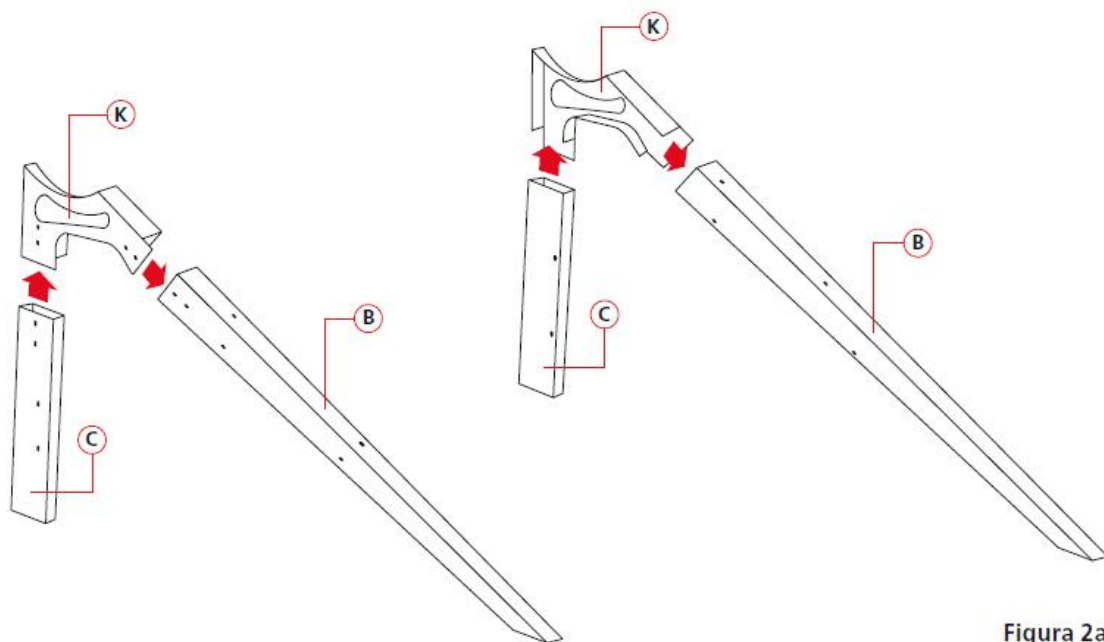

Figura 2a
1. Armar la estructura lateral como se muestra en la figura 2a. Se recomienda organizar primero las piezas correspondientes en el suelo y luego atornillarlas. Las tuercas van del lado interior de la estructura.